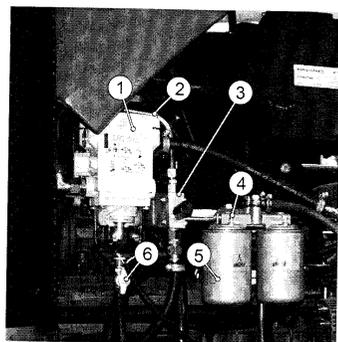

Рисунок 12- Слив конденсата из фильтра грубой очистки топлива:
- отверните винт 2, рисунок 12, для удаления воздуха;